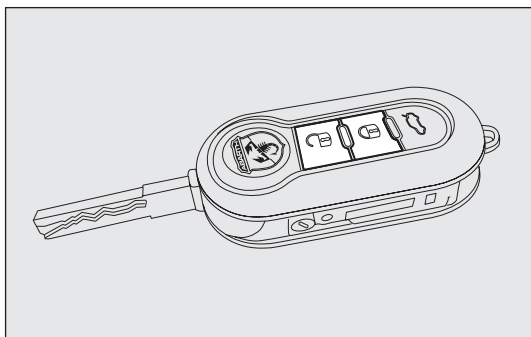
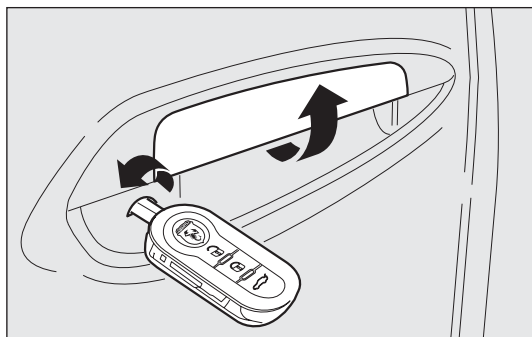
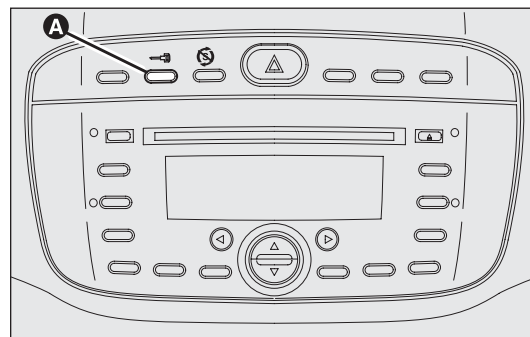

fig. 67
fig. 68
fig. 69
Une fois les portes fermées, appuyer sur le bouton  de la télécommande fig. 67 ou bien insérer et tourner l'insert métallique dans la serrure de la porte côté conducteur dans le sens des aiguilles d'une montre fig. 68. Le verrouillage effectif des portes est signalé par le simple allumage de la DEL sur le bouton A-fig. 69. Le verrouillage des portes est activé uniquement si toutes les portes sont fermées. Si une ou plusieurs portes sont ouvertes suite à la pression du bouton  sur la télécommande fig. 67, les feux clignotants et la DEL présente sur le bouton A-fig. 69 clignotent rapidement pendant environ 3 secondes.
Par contre, si une ou plusieurs portes sont ouvertes suite à la rotation de l'insert métallique de la clé, seule la DEL présente sur le bouton A-fig. 69 clignote rapidement pendant environ 3 secondes. Si les portes sont fermées mais que le coffre à bagages est ouvert, les portes sont verrouillées : les feux clignotants (uniquement si le verrouillage est effectué en appuyant sur le bouton  fig. 67) et la DEL présente sur le bouton A-fig. 69 clignotent rapidement pendant environ 3 secondes.
Quand la fonction est active, il est toutefois possible de déverrouiller les serrures des autres portes, en appuyant sur le bouton A-fig. 69 situé sur la colonne centrale.
En effectuant une double pression rapide sur le bouton  de la télécommande fig. 67, le dispositif dead lock s'active (voir paragraphe « Dispositif dead lock »).
Appuyer brièvement sur le bouton  fig. 67 pour déverrouiller les portes à distance, obtenir l'allumage temporisé des plafonniers internes à double signal lumineux des indicateurs de direction ou insérer et tourner l'insert métallique dans la serrure de la porte côté conducteur dans le sens contraire aux aiguilles d'une montre, comme illustré sur la 68.
Appuyer sur le bouton A-fig. 69 pour verrouiller/déverrouiller toutes les portes. Le bouton est doté d'une DEL qui indique l'état des portes (verrouillées ou déverrouillées). Lorsque les portes sont verrouillées, la DEL du bouton est allumée et une pression sur le bouton provoque le déverrouillage centralisé de toutes les portes et l'extinction du témoin.
on ne pourra pas effectuer le déverrouillage avec le bouton A-fig. 69 situé entre les commandes sur la planche de bord.
- le bouton A-fig. 69 de verrouillage/déverrouillage ;
Le dispositif s'enclenche automatiquement sur toutes les portes en effectuant une double pression rapide sur le bouton  de la clé de la télécommande fig. 67.
L'activation du dispositif est signalée par 3 clignotements des indicateurs de direction et par le clignotement de la DEL située sur le bouton A-fig. 69 entre les commandes sur la planche de bord.